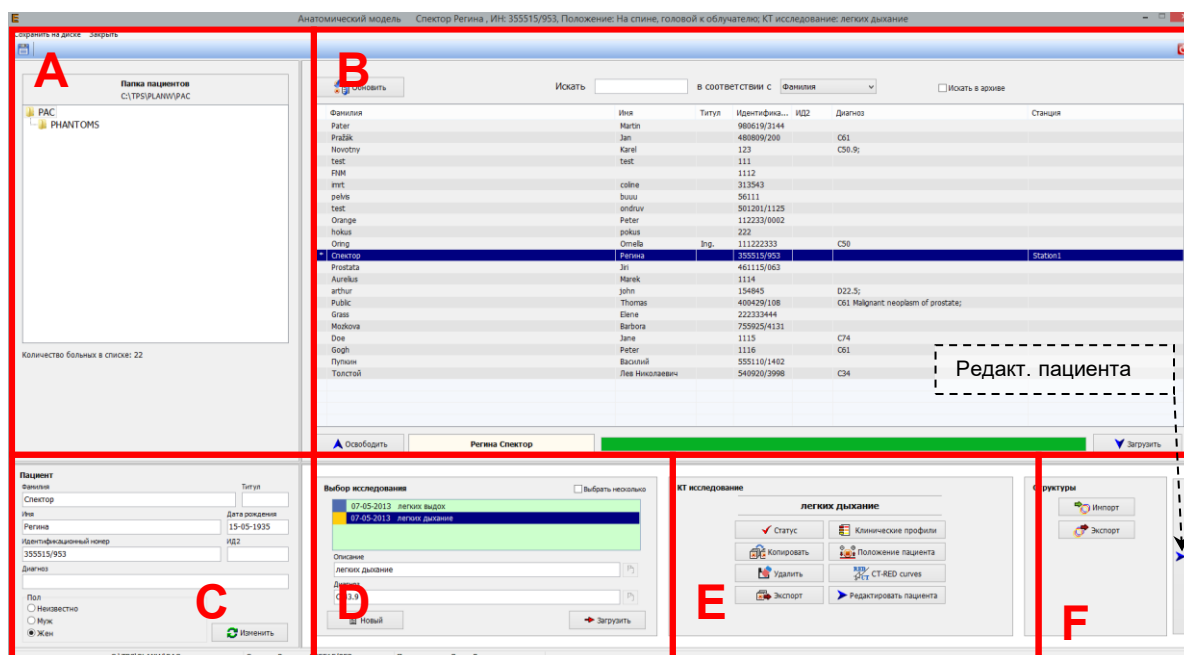

Рис. 12 Анатомическая модель
1. В вводном окне PlanW выберите из главного меню позицию **Пациент > Анатомическая модель** или кликните на кнопку  **Анатомическая модель** в панели быстрого выбора. Появится окно, изображенное на Рис. 12.
6. В секторе "Е" (КТ исследования), изображение на Рис. 12, Вы можете выбрать калибровочную  **КТ-RED Кривую** и  **Клинический профиль**, который должен быть применен.
Описание каждой части бланка изображено на Рис. 12: